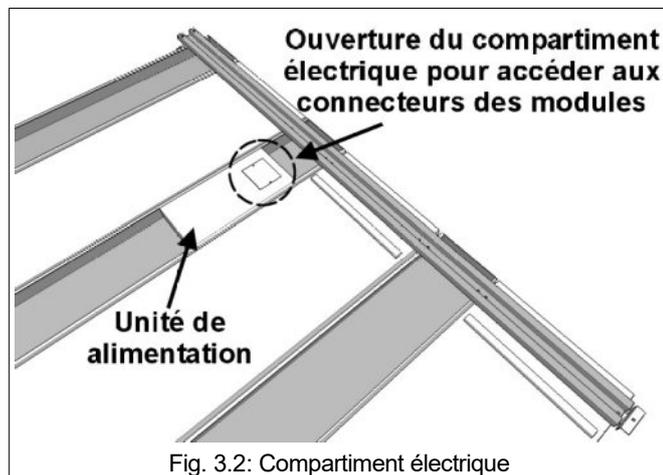

Fig. 3.2: Compartiment électrique
1. Repérez le module où se trouve l'unité d'alimentation (voir Fig. 3.2); utilisez un tournevis cruciforme pour ouvrir le compartiment des connexions électriques (Fig. 3.5).